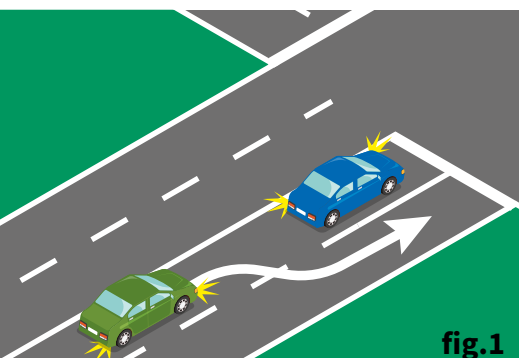

fig.1
- ▶ kur rruga është me dy drejtime lëvizjeje (si në fig. 1), afrohuni sa më shumë me vijën gjatësore të mesit të karrexhatës;
- ▶ mjeti që keni përpara ka sinjalizuar se do të kthehet majtas (fig. 1);
- ▶ mjetet që përshkojnë një kthesë ose kurriz rruge (fig. 1);